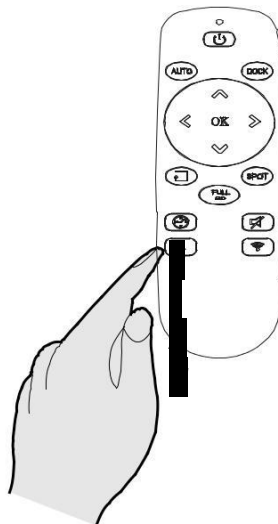

Fig. 14
- 1) Naciśnij przycisk “harmonogram” aby aktywować ustawienia **[Fig. 14]**.